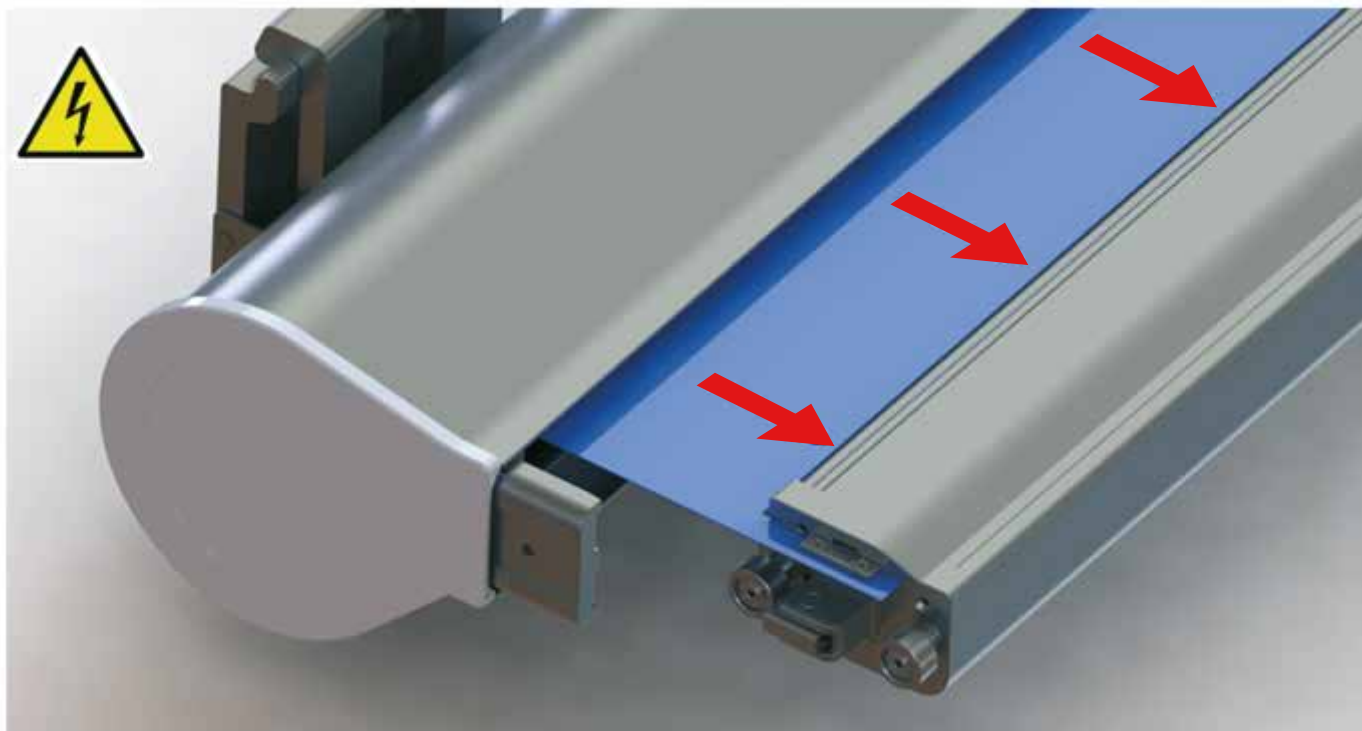
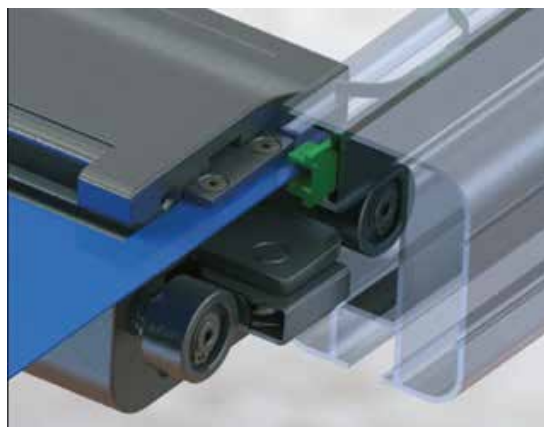

Fig 8. Mise sous tension du produit pour faire sortir la lame finale
Fig 9 Mise en place du ZIP dans le inlay
- Branchez l'alimentation et utilisez la télécommande pour faire sortir légèrement la lame nale avec sa toile (Fig. 8.). Assurez-vous de sécuriser la lame nale pour qu'elle ne tombe pas. **ATTENTION**, si la traverse a une bande LED ou si vous avez un pied électrique - n'insérez pas les coulisses et aller jusqu'au point 6. A 2 personnes minimum, insérez les coulisses sur les joues, assurez-vous que la drisses passe au milieu de la coulisses, lors de l'insertion, faites rentrer le ZIP de la toile dans le inlay (Fig. 9). Insérez les coulisses des deux côtés du produit (Fig. 10.).